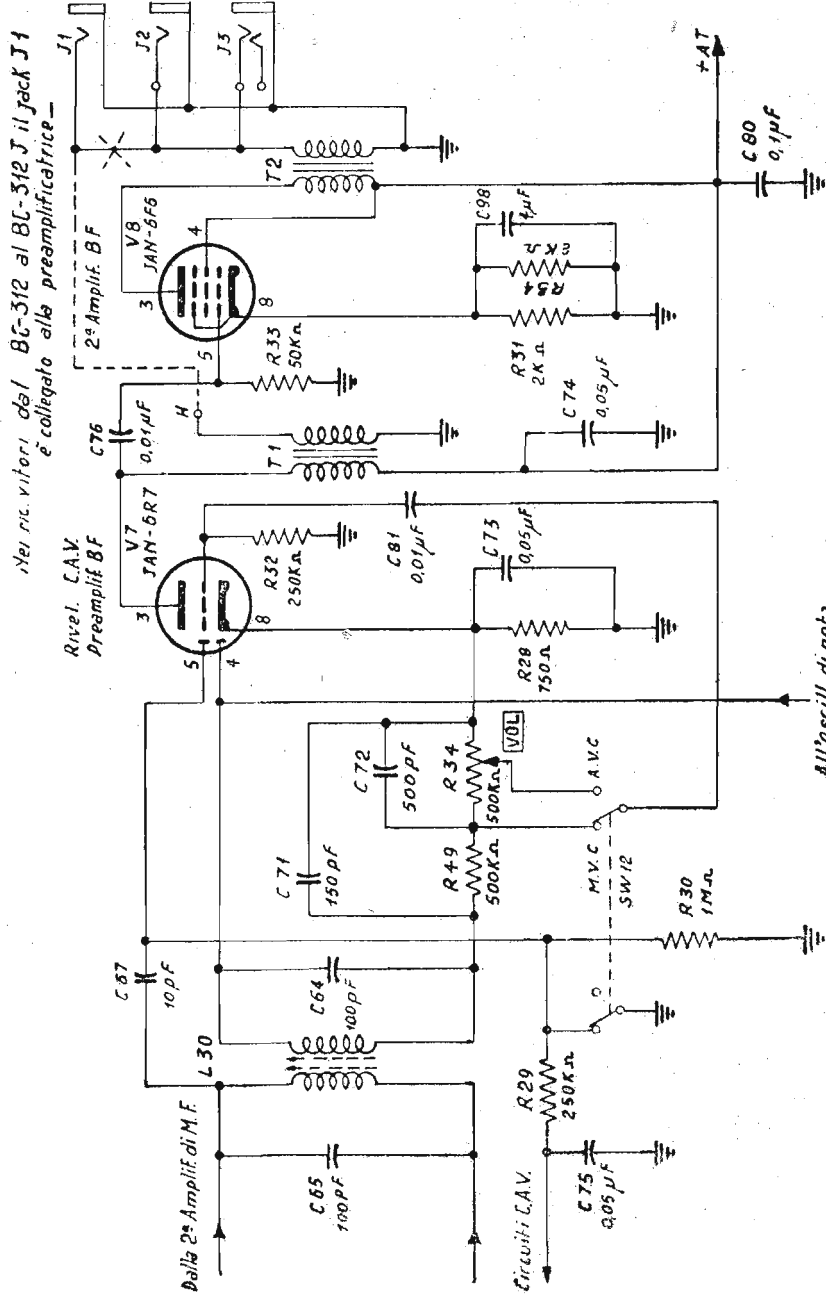

Fig. 12. Stadi rivelatore, C.A.V. ed amplif. di B.F. dei ricevitori BC-312 e BC-342
1) Questo stadio monta una valvola doppio diodo triodo o R 7 (fig. 12). Una sezione diodo fa da rivelatore; l'altra sezione da CAV e la sezione triodo da preamplificatore di B.F.
L'uscita del preamplificatore viene portata alla griglia dell'amplificatrice finale attraverso il condensatore C 76 (fig. 12).